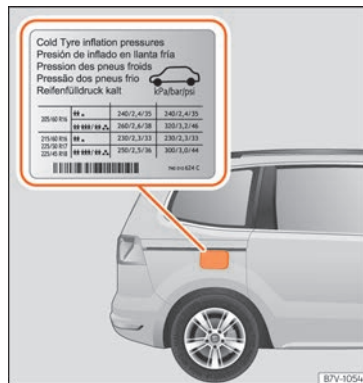

Abb. 295 Einbaort des Reifenfülldruckaufklebers.
- Passen Sie bei größerer Zuladung den Reifendruck entsprechend an »» **Abb. 295**.
Der richtige Reifenfülldruck für werkseitig montierte Reifen ist auf einem Aufkleber angegeben – gilt für Sommer- und Winterreifen. Der Aufkleber »» **Abb. 295** befindet sich entweder an der Fahrertürsäule oder an der Innenseite der Tankklappe.
Der Reifendruck muss der aktuellen Fahrzeugbelastung angepasst werden. Wenn das Fahrzeug voll beladen werden soll, muss der Reifenfülldruck entsprechend dem auf dem Reifenfülldruck-Aufkleber »» **Abb. 295** angegebenen maximalen Wert erhöht werden.
Fahrzeug. Der empfohlene Reifenfülldruck befindet sich auf einem Aufkleber »» Abb. 295.
- Immer den richtigen Reifenfülldruck am kalten Reifen einhalten, wie auf dem Aufkleber angegeben »» Abb. 295.